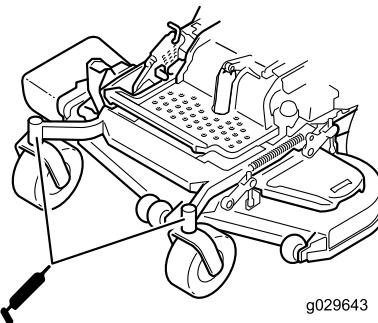

Figura 47
- Retire el engrasador del orificio. Instale el tapón hexagonal y la tapa (Figura 47).